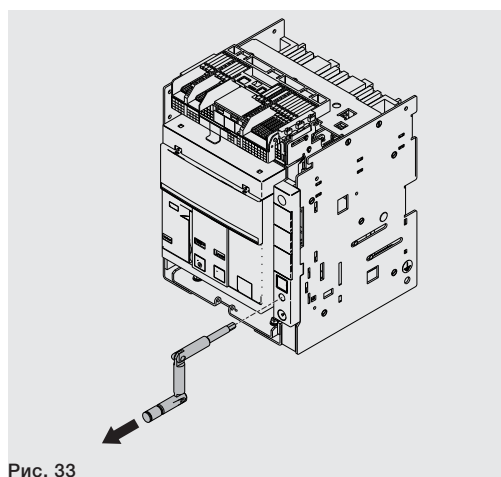

Рис. 33
7. Извлечь рукоятку. См. Рис. 33.